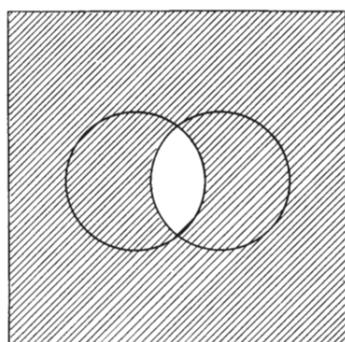

Fig. 16 - Funzione di Sheffer  $A \perp B = (A \cdot B) = (A + B)$
**4.9.2. - La negazione del prodotto logico (fig. 16)**